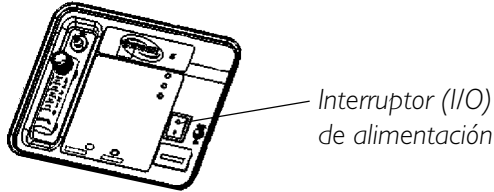

FIGURA 5 - INTERRUPTOR DE ALIMENTACIÓN
1. Coloque el interruptor en la posición de encendido (I). La luz (I/O), situada en el panel de control, se iluminará de color VERDE. La alarma emitirá tres tonos indicando que el sistema funciona correctamente (FIGURA 5).